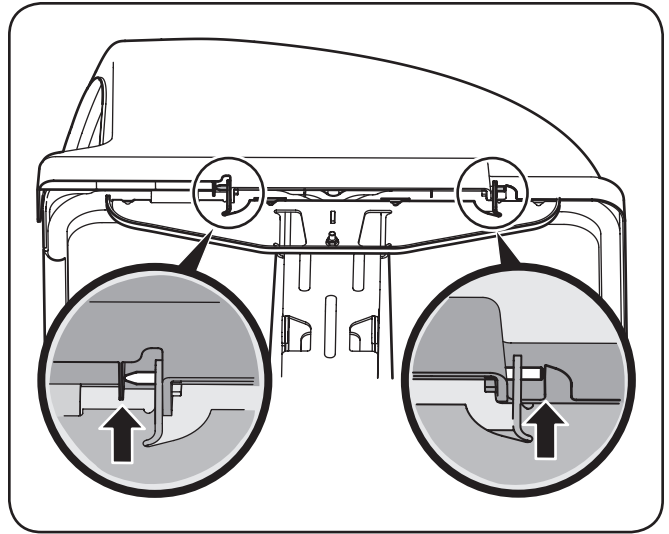

Figure 4-16
6. Glissez la goupille de charnière dans le trou situé sur la languette de montage, comme illustrée à la e. Servez-vous de la fenêtre de découpe (consultez le médaillon de la e) pour aligner la goupille de charnière de l'autre côté et pousser la goupille jusqu'au fond jusqu'à ce qu'elle atteigne la butée d'extrémité. En ce moment la goupille s'enclenche bien en place et est sécurisée à l'aide de la languette qui se trouve dans le couvercle du dispositif d'ensachage. Consultez la Figure 4-16.